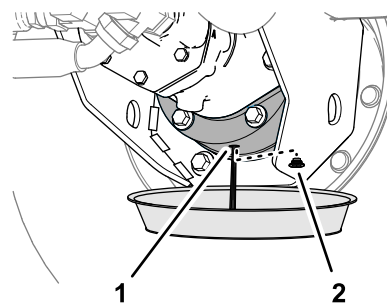

图 100
6. 将放油盘放在制动器箱下面取出排油塞让润滑油完全排出图 100。